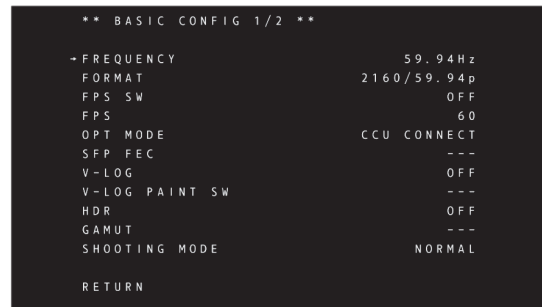

Fig. 2
**7** Tournez la molette <SELECT> pour placer le curseur (flèche) sur [FREQUENCY]. (Fig. 2)